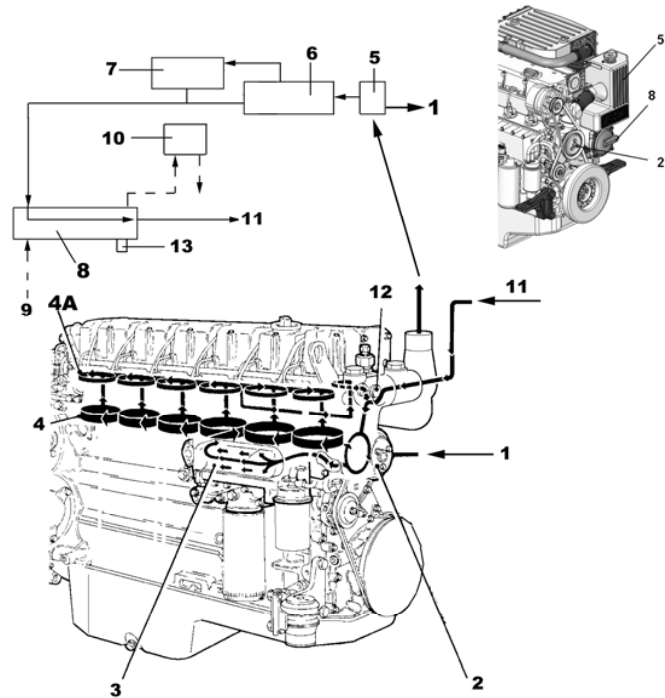

Fig. 2.1
2.2.1 COOLING CIRCUIT, COOLANT (Fig. 2.1)